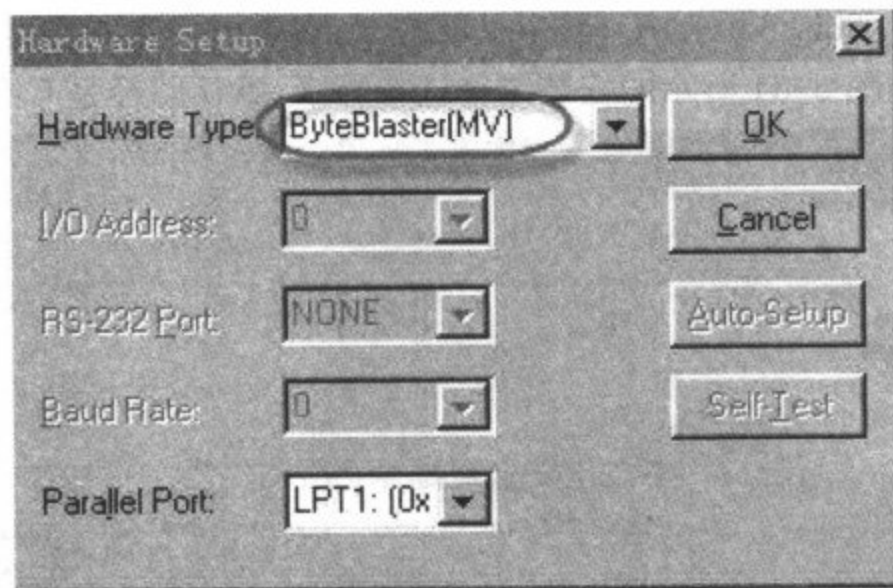

图 3-31 下载口设置窗口
(3)执行菜单栏中的 Option→Hardware Setup,将弹出对下载口进行设置窗口,如图 3-31所示;从弹出的窗口中选择 ByteBlaster[MV](JTAG 方式进行编程),单击 OK 按钮确认。